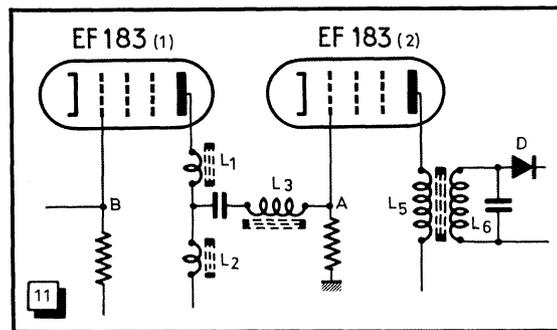

Fig. 11. — Pour examiner la courbe d'un circuit il faut injecter le signal d'entrée du tube ou du transistor qui le précède.
Si nous nous reportons à la figure 11 qui représente la courbe de noircissement d'un papier donné, nous y remarquons trois points caractéristiques. Celui correspondant à l'exposition donnant le début du voile, celui correspondant à un gris moyen, et,
Fig. 11. — Les trois points caractéristiques de la courbe de noircissement d'un papier donné sont : le point d'exposition pour le début du voile (premier gris discernable du blanc); la zone d'exposition des demi-teintes; l'exposition pour la saturation des noirs.
1. — Pour relever la courbe d'un amplificateur, il faut appliquer le signal à l'entrée du tube ou du transistor qui le précède. Par exemple, dans le cas de la figure 11, on appliquera le signal en A pour avoir la courbe du dernier transformateur F.I., L₆-L₅, et en B pour obtenir celle de l'ensemble des deux liaisons. Cela est bien entendu valable aussi pour les montages à transistors.